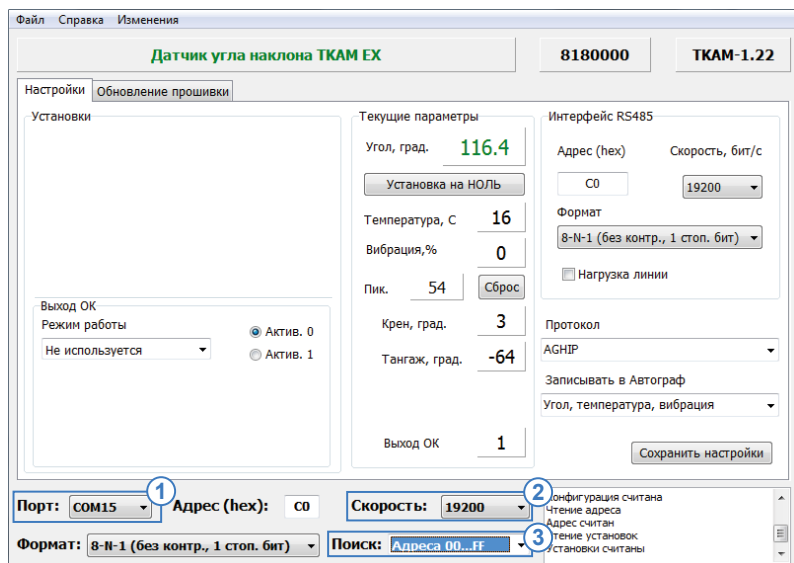

Рис.5. Поиск по адресам от 00 до FF.
- в программе «AGPConf» выберите COM-порт, к которому подключен датчик (Рис.5, п.1). Посмотреть порт устройства можно в Диспетчере устройств системы;
- выберите скорость, на которую настроена шина RS-485 датчика (Рис.5, п.2). По умолчанию в датчиках установлена скорость 19200;
- выберите диапазон адресов – **Адреса 00...FF** (Рис.5, п.3).